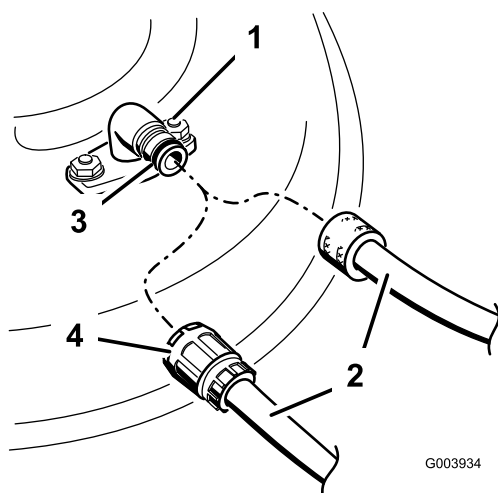

Figura 69
3. Conecte el acoplamiento de la manguera al extremo del conector de lavado del cortacésped, y abra el grifo al máximo (Figura 69).